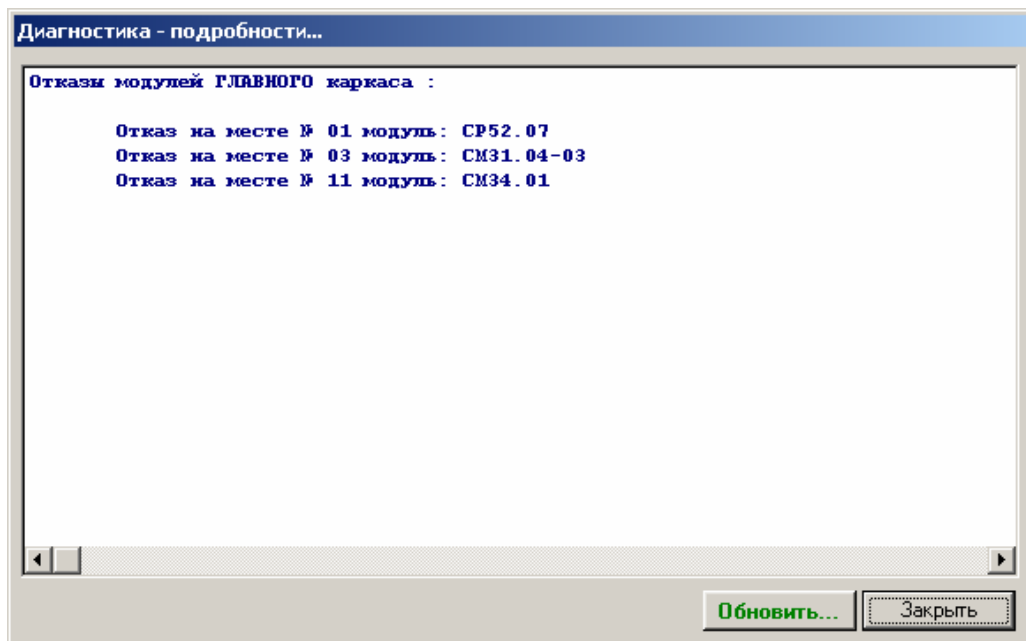

Рис.44 Окно подробной диагностики
- Отображение подробной диагностики отказов (См. *Окно диагностики* Рис.44).
Подгруппа “RTC” (Real-time clocks) открывает доступ к всплывающим кнопкам обслуживания часов реального (астрономического) времени и календаря. В этой подгруппе имеется три кнопки, “Прочитать Дату/Время”, “Установить Дату/Время” и “Установить по ПЭВМ”. При нажатии на первую из них открывается окно, показанное на рис.44 но отображающее информацию о содержимом микросхемы часов и календаря.